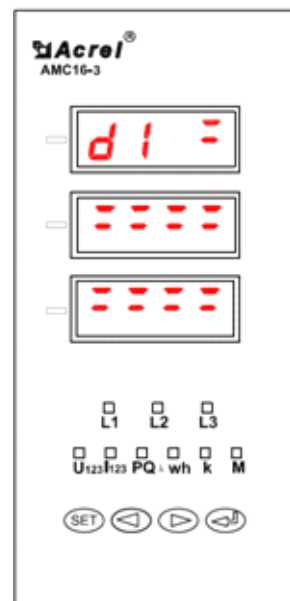

图 16
- 5) 图 16 为开关量状态指示，图示状态为 18 路开关量全开（1~18 路排列次序同图 9）。